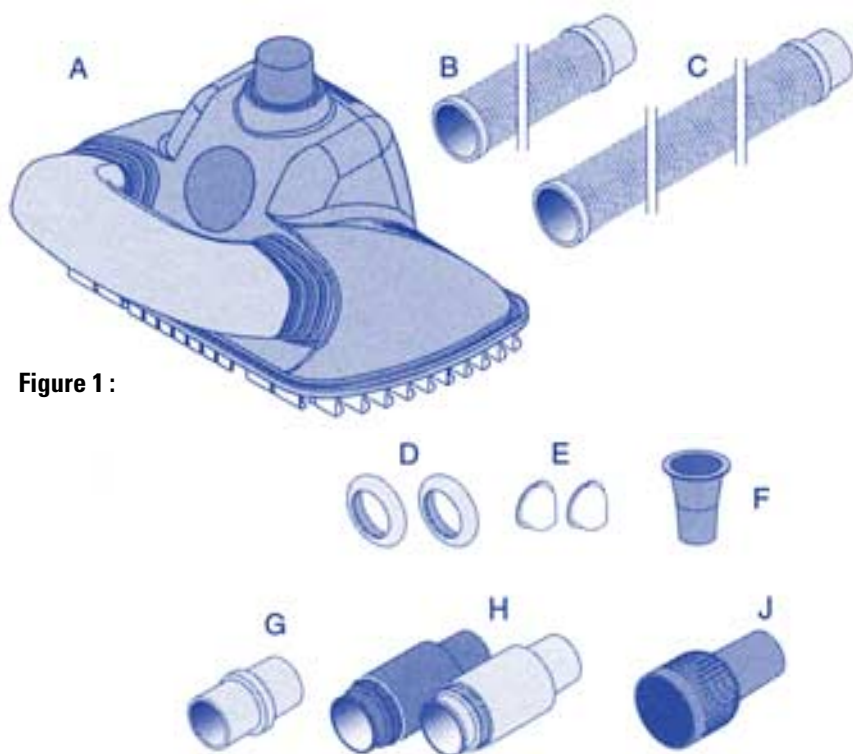

Figure 1 :
1. Contrôle des pièces : retirez tous les composants et pièces de l'emballage et vérifiez si la fourniture est complète (voir figure 1).
5. Ajoutez un poids (fig. 1,D) au niveau du troisième raccord de tuyau en partant du nettoyeur de piscine. Si la profondeur de votre piscine est supérieure à 1,5 m, ajoutez le second poids au niveau du cinquième raccord de tuyau.
NOTE : Ne pas installer le panier de protection pour le régulateur d'aspiration (fig. 1,J) lors d'un raccordement du PoolShark® au skimmer. Risque d'obstruction du panier par des feuilles et d'autres impuretés pouvant entraîner la destruction de la pompe !
4. Insérez le cône de réduction (fig. 1,F) dans l'orifice du skimmer.
7. Insérez le régulateur d'aspiration #1 (fig. 1,H) dans l'extrémité libre du tuyau et branchez ensuite l'ensemble du tuyau avec le régulateur d'aspiration au raccord de réduction du skimmer.
3. Si nécessaire, installez le cône de réduction (fig. 1,F) dans la buse d'aspiration.
6. Insérez le régulateur d'aspiration #1 (fig. 1,H) dans l'extrémité libre du tuyau et installez ensuite l'ensemble du tuyau avec le régulateur d'aspiration.
2. Si le nettoyeur avance difficilement, y compris après le nettoyage du système de filtration, il est probable que l'aspiration au niveau de la pompe soit trop faible ou que le tuyau soit trop long. Veuillez donc installer le régulateur d'aspiration #2 (Fig. 1,H) conformément aux instructions de montage du régulateur d'aspiration #1 à la page 5 « Installation ».